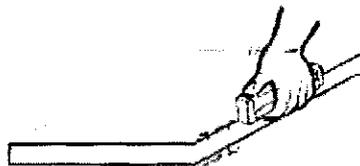

Fig. 15
- Si es necesario, lime los filos del panel hasta obtener una terminación perfecta. Ubíquelo en un punto cercano al sitio de montaje. (Fig. 15)